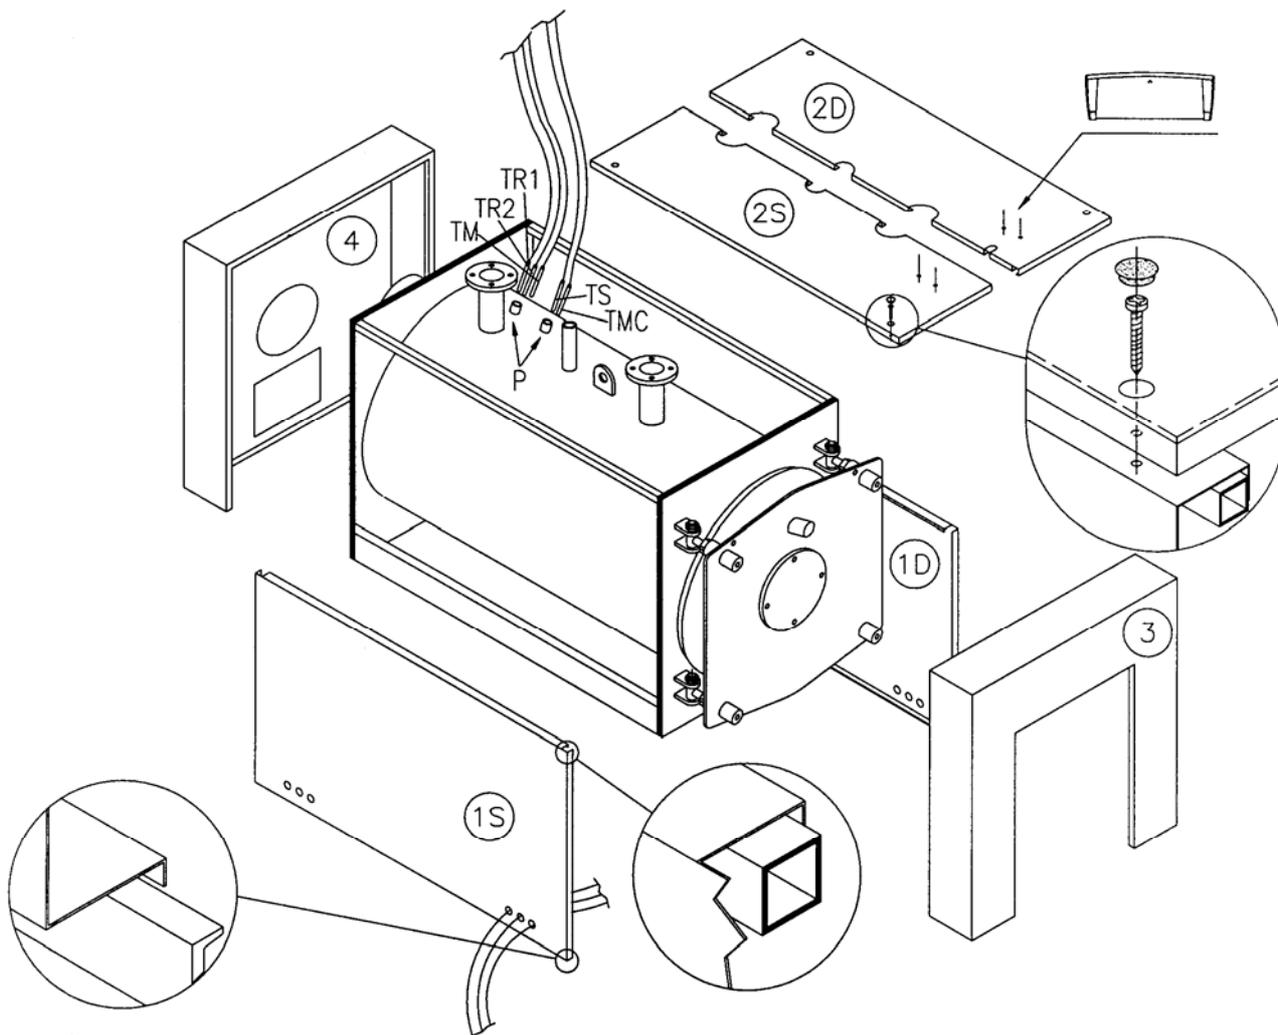

Fig. 8
4.2 RIVESTIMENTI CALDAIA BJS 70÷350 (Fig. 8)
- Avvolgere la lana di vetro sul corpo caldaia lasciando in vista i pozzetti porta bulbi (P) situati sul lato destro.